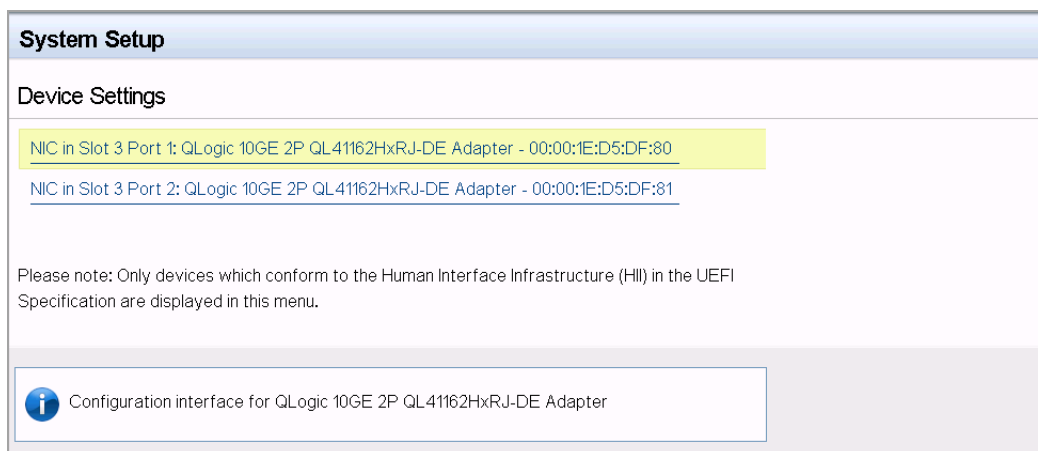

Figure 5-2. Configuration du système : Paramètres des périphériques
3. Dans la fenêtre Paramètres de périphérique (Figure 5-2), sélectionnez le port de l'Adaptateur série 41xxx que vous souhaitez configurer, puis appuyez sur ENTRÉE.